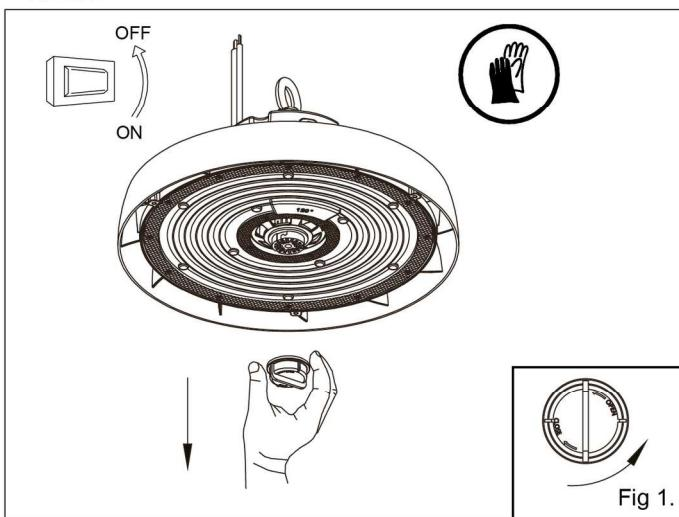

Fig 1.
A. Plaats de montagebeugel op het product. Plaats de meegeleverde sluitringen, de draaischroeven en de borgschroeven en draai ze gedeeltelijk vast zodat de montagebeugel kan kantelen (fig. 1).
- A. Om de sensor te installeren: verwijder het dekseltje in het midden op de voorkant van de armatuur door het in tegenwijzerzin te draaien en eraf te trekken (fig. 1).
- A. Positionieren Sie den Bügel auf dem Produkt. Setzen Sie die mitgelieferten Unterlegscheiben, Gelenk- und Verriegelungsschrauben ein und ziehen Sie sie teilweise fest, sodass der Bügel beweglich bleibt (Abb. 1).
- A. Um den Melder zu installieren, entfernen Sie die vordere mittlere Abdeckung an der Leuchte, indem Sie sie gegen den Uhrzeigersinn drehen und herausziehen (Abb. 1).
- A. Position the bracket on the product. Insert the washers, pivot and locking screws supplied and partially tighten so that the bracket can tilt (Fig. 1).
- A. To install the sensor, remove the front central cover on the luminaire by turning it counter-clockwise and pulling (Figure 1).